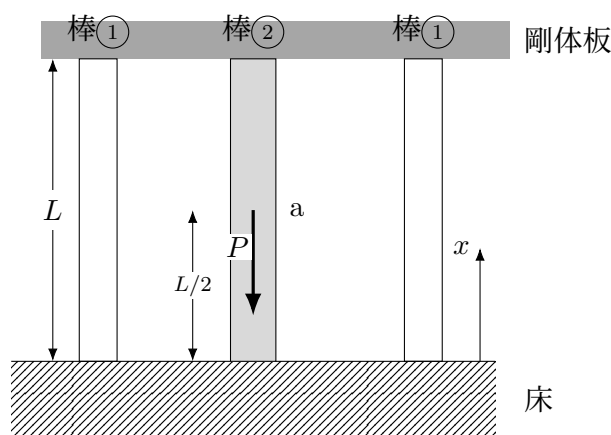

図 1
図 1 のように，下側を床に固定した 2 本の棒①および 1 本の棒②があり，上側を剛体板に接合する．棒②の中央（点 a）に外力 P が下向きに作用し，棒②の温度のみ ΔT 上昇させる（床・剛体板は断熱で棒①の温度は不変）．初期長さ L ，断面積 A ，縦弾性係数はそれぞれ E （棒①）， $2E$ （棒②），線膨張係数はともに α ，剛体板は床と平行を保って変位する．